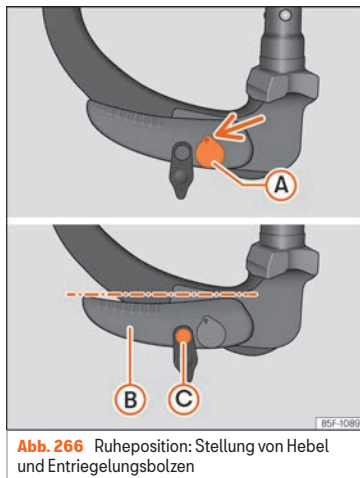

Abb. 266 Ruheposition: Stellung von Hebel und Entriegelungsbolzen
- Der Schlüssel (A) » Abb. 266 befindet sich in entriegelter Position (der gelochte Teil des Schlüssels zeigt nach oben).
- Der Hebel (B) » Abb. 266 befindet sich in der unteren Position.
- Der Entriegelungsbolzen (C) kann bewegt werden » Abb. 266.